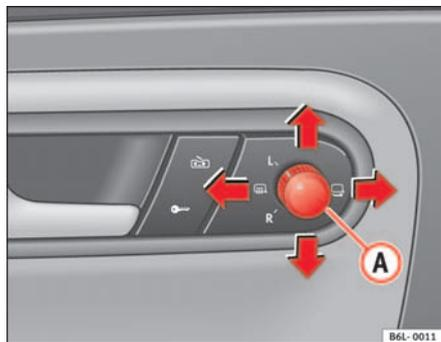

Fig. 67 Mando de los retrovisores exteriores
1. En primer lugar, gire el mando ⇒ fig. 67 hasta la posición **L (retrovisor izquierdo)**.
- Gire el mando hacia la posición de desempañado ☀ ⇒ fig. 67
- Gire el mando ⇒ fig. 67 hasta la posición ☞ para plegar los retrovisores exteriores. Para evitar daños en el vehículo, deberá plegar los retrovisores exteriores siempre que utilice un túnel de lavado automático.